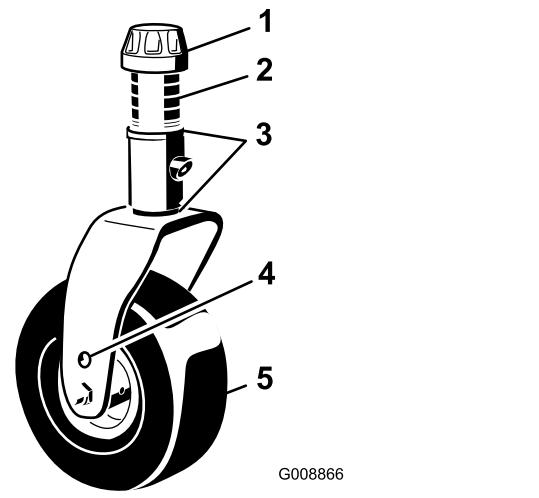
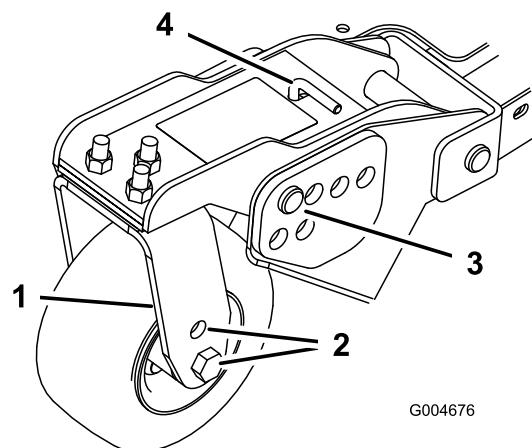
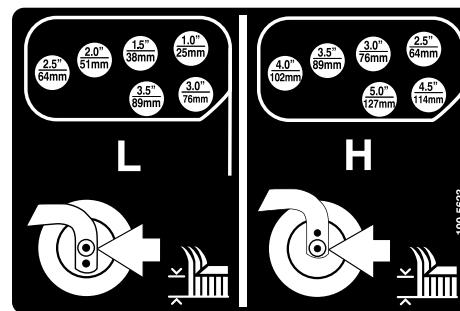

Figura 19
Figura 21
Figura 22
- Coloque los ejes de las ruedas giratorias en el mismo taladro en todas las horquillas (Figura 19 y Figura 21).
- Retire el casquillo tensor del eje y deslice el eje fuera del brazo de la rueda giratoria (Figura 19).
- Retire la chaveta y los pasadores de los brazos de pivote de las ruedas giratorias (Figura 21).
- Gire la varilla tensora para elevar o bajar el brazo de pivote hasta que los taladros estén alineados con los taladros seleccionados del soporte de ajuste de la altura de corte en el bastidor de la carcasa de corte (Figura 21 y Figura 22).